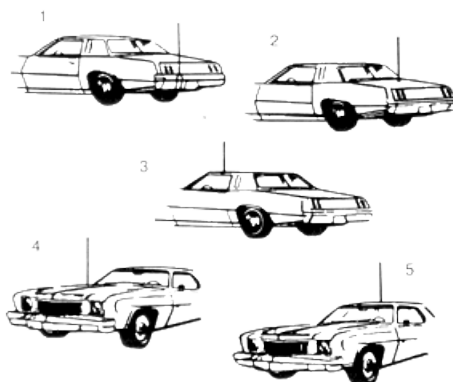

Рис. 3. Типичные места установки автомобильных антенн.
В общем случае имеются два типа антенн для мобильных Си-Би радиостанций - полноразмерный штырь длиной $1/4$ волны (2,75 м) и укороченная согласованная штыревая антенна (от 0,5 до 1,9 м). Из-за большой длины полноразмерных антенн на автомобилях применяются, в основном, укороченные антенны длиной не менее 1,2 м, в различных конструктивных исполнениях с креплением через отверстие в крыше, на кронштейне за отбортовку водостока или на магнитном основании (см. рис. 3).
На рис. 3 показаны пять типичных мест установки автомобильной антенны: (1) задний бампер, (2) задняя крышка багажника, (3) отбортовка для стока воды, (4) капот, (5) крыша.